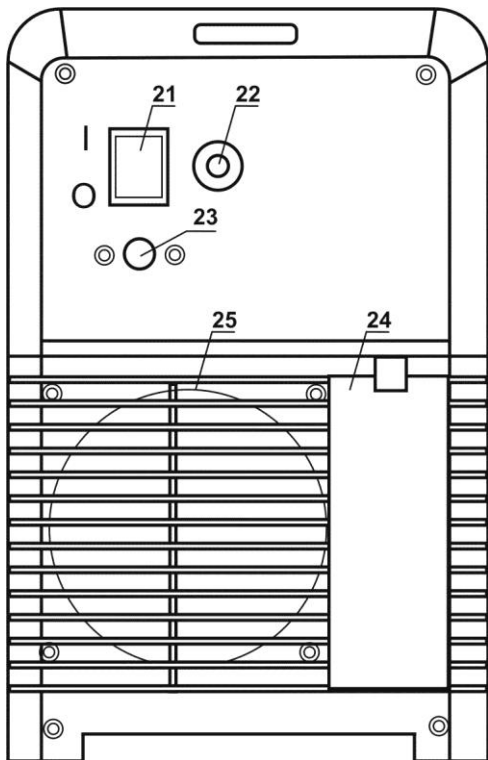

Abb.3
3. Maschine über Hauptschalter (Abb. 3, Pos. 21) einschalten
4. Gasschlauch an Anschluss des Druckminderers anschließen, Gasschlauch an Maschine anschließen (Abb. 3, pos. 21).